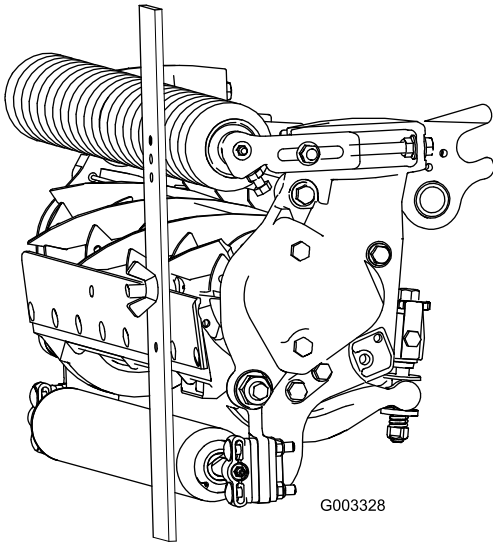

Figura 21
3. Prenda cabeça do parafuso à extremidade cortante da lâmina de corte e apoie a extremidade traseira da barra no rolo traseiro (Figura 21).
4. Rode o parafuso de ajuste até que o rolo entre em contacto com a dianteira da barra indicadora (Figura 21). Ajuste ambas as extremidades do rolo até que todo o rolo esteja paralelo à lâmina de corte.